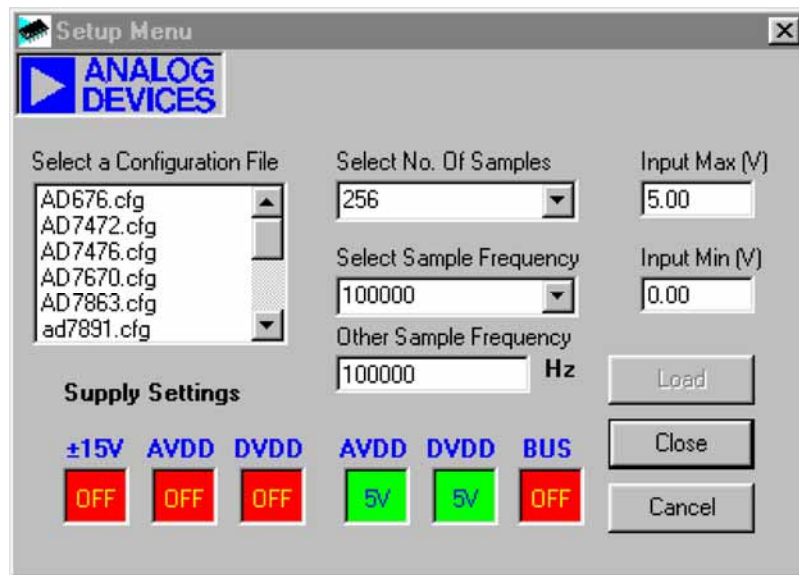

図 3. The Setup Screen
セットアップ画面を使用すれば、評価用ボードの設定ファイルをロードできます。設定ファイルは、ビット数、最大サンプリング・レート、電源条件など、評価用ボード・コントローラに接続された評価用ボードと部品に関する詳しいソフトウェア情報を提供します。また、設定ファイルは、評価用ボード・コントローラにダウンロードすべき DSP プログラム・ファイルの名前をソフトウェアに指示します。アナログ・デバイスは、これらのファイルを評価用ボードとともに提供します。図 3 にはセットアップ画面を示します。
**Setup Menu :** 図 3 に示すようなセットアップ画面が表示されます。